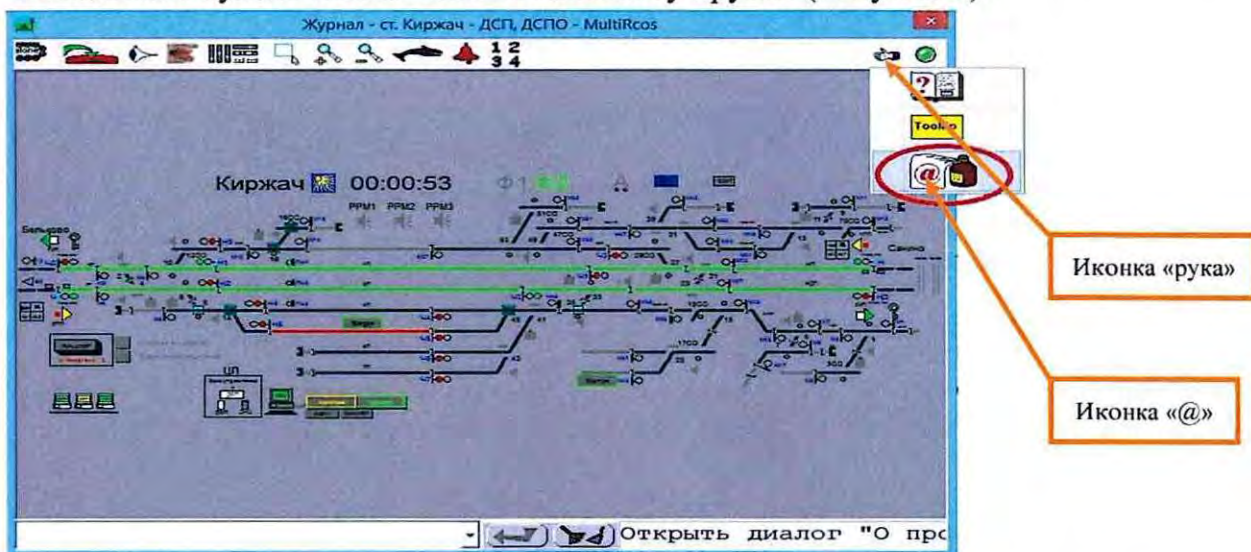

Рисунок 1. Просмотр версии программного обеспечения в MultiRcos.
7.1.2 Версию программного обеспечения посмотреть в программе MultiRcos в пункте меню. Нажать на иконку «рука» (Рисунок 1).
7.1.3 Нажать на иконку «@» (Рисунок 1).